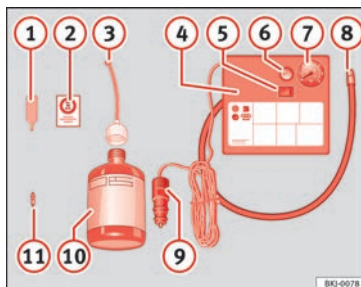

Fig. 104 Représentation standard : contenu du kit antirevaillon.
Le kit antirevaillon se trouve dans le coffre à bagages, sous le revêtement de plancher. Il inclut les composants suivants » fig. 104 :
Revissez le tuyau de gonflage » fig. 104 ⑧ et vérifiez la pression du manomètre ⑦.